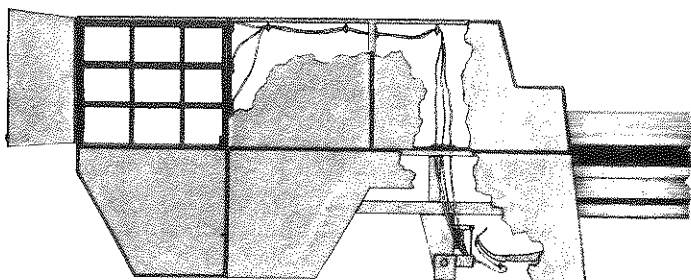

Fig. 3
2. Faire passer la ficelle par les supports se trouvant au sommet intérieur de chaque rang, puis par les anneaux placés à l'arrière du casier, Fig. 3.
3. Acheminer la ficelle à travers les 3 sets d'anneaux se trouvant au sommet de la chambre, puis la faire descendre par les anneaux de guidage, au-dessus du pneu de la presse, Fig. 3.
4. Faire passer la ficelle dans les guides situés près des tendeurs, Fig. 3, puis par les tendeurs eux-mêmes. Un crochet est très utile pour tirer la ficelle par les tendeurs.